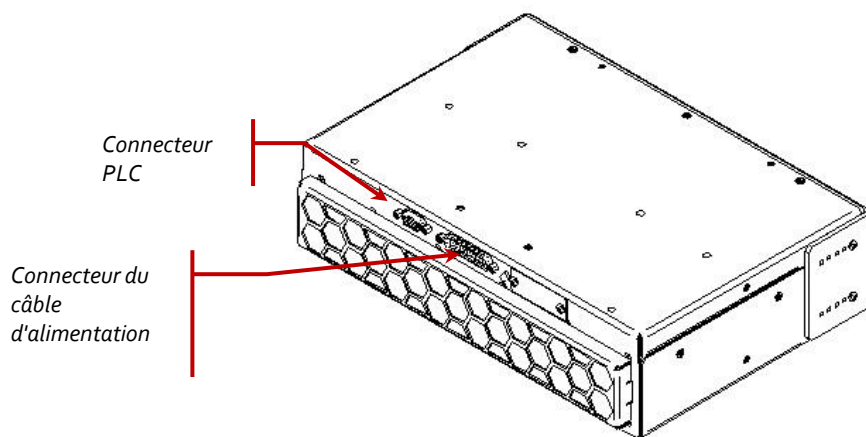

Figure 1 - Prises de raccordement de la lampe UV à DEL
3. Branchez l'extrémité mâle du cordon d'alimentation à l'alimentation électrique, puis branchez l'extrémité femelle du cordon d'alimentation à la lampe UV à DEL, comme illustré sur la Figure 1 – AC9300.
6. Branchez l'extrémité mâle du câble de l'automate PLC à la lampe UV à DEL (voir Figure 1).